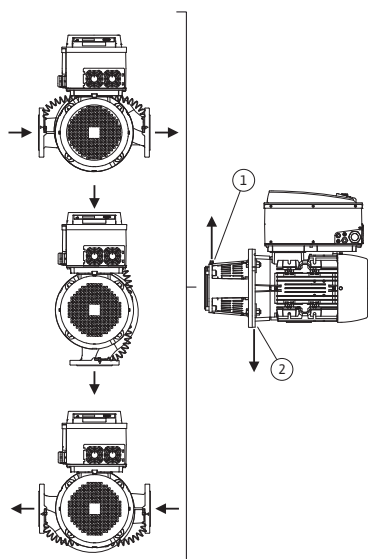
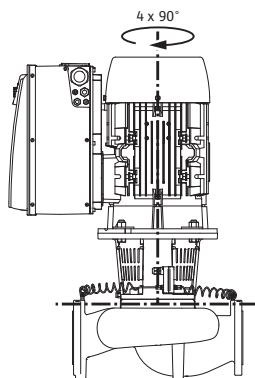

Рис. 18: Допустимые монтажные положения с горизонтальным валом электродвигателя
Рис. 19: Допустимые монтажные положения с вертикальным валом электродвигателя
Допустимые монтажные положения с горизонтальным валом электродвигателя и электронным модулем вверх (0°) показаны на рис. 18. Не показаны допустимые монтажные положения с монтированным сбоку электронным модулем (+/- 90°). Допускается любое монтажное положение, кроме «электронным модулем вниз» (- 180°). Вентиляция насоса обеспечивается только при условии, что клапан для вентиляции обращен вверх (рис. 18, поз. 1).
Только в этом положении (0°) может осуществляться направленное отведение накапливающегося конденсата через имеющееся отверстие, фонарь насоса и электродвигатель (рис. 18, поз. 2).
Допустимые варианты монтажа с горизонтальным валом электродвигателя показаны на рис. 19. Допускается любое монтажное положение, кроме «электродвигателем вниз».
- Клапан для вентиляции на промежуточном корпусе (рис. 6, поз. 1.31) при горизонтальном расположении вала электродвигателя должен быть обращен вверх (рис. 6). При вертикальном расположении вала допускается любое положение клапана. См. также Рис. 18: «Допустимые монтажные положения с горизонтальным валом электродвигателя» на стр. 197 или Рис. 19: «Допустимые монтажные положения с вертикальным валом электродвигателя» на стр. 197.